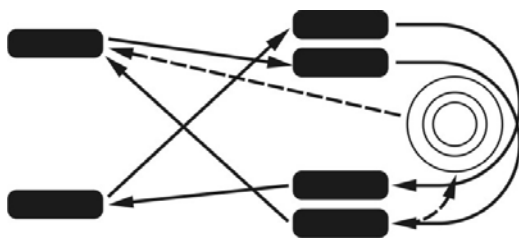

Рис. 9.10. Схема перестановки шин
– перестановку шин (рис. 9.10 следует производить по необходимости. Основанием для перестановки шин могут служить необходимость получения равномерного износа всех шин, в том числе и запасной, а также обеспечение правильного подбора шин по осям. На оси следует устанавливать шины, имеющие одинаковый износ протектора, причем более надёжные шины следует устанавливать на переднюю ось автомобиля.